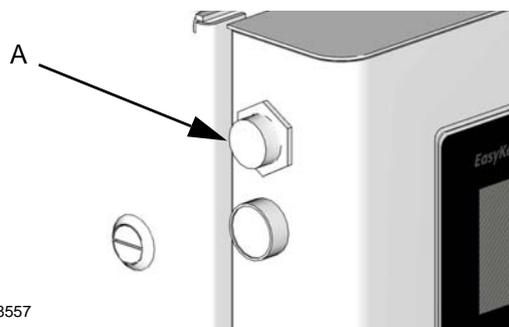

FIG. 31 Connessione web di EasyKey.
I cavi di raccordo sono utilizzati per collegare ciascuna unità TOF 200 alla rete locale e al collegamento Web (A) sul pannello di EasyKey. Fare riferimento alla FIG. 31